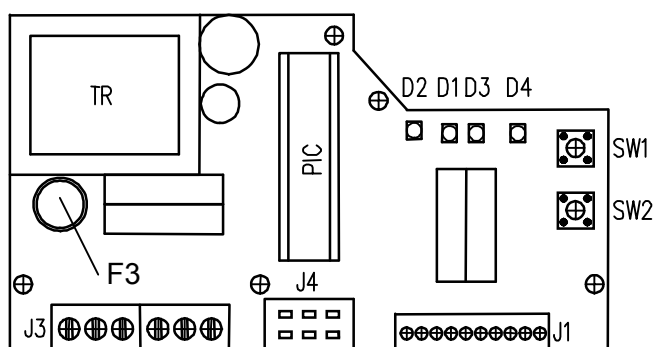

Рис. 7
3.6 Настройка регулятора положения (рис.7)
Размещение устанавливающих и сигнализирующих элементов на доске регулятора REGADA находится на рис.7: